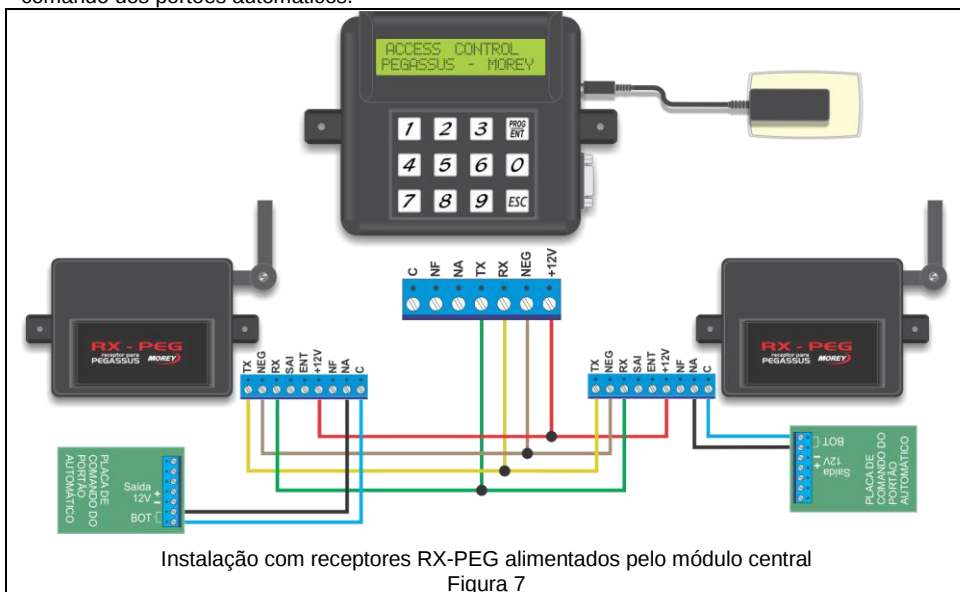

Figura 7
- A interligação entre o receptor e o módulo central do PEGASSUS é feita por meio de um **cabo manga de 4 vias AWG 22**. A figura 7 mostra como é feita a ligação entre 2 receptores RX-PEG, o módulo central do PEGASSUS e o comando do motor do portão automático.
Na figura 7, está ilustrada a ligação dos fios entre módulo central, receptores e placas de comando dos portões automáticos.